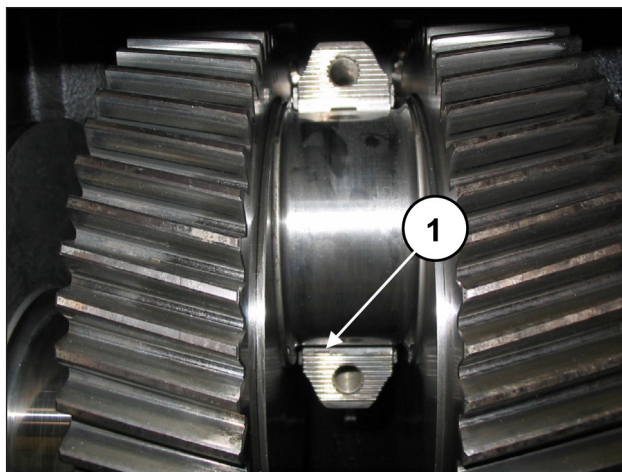

Fig. 81
Per un corretto montaggio dei semicuscinetti assicurarsi che la linguetta di riferimento dei semicuscinetti venga posizionata nell'apposito alloggiamento sulla semibiella (pos. ①, Fig. 81).